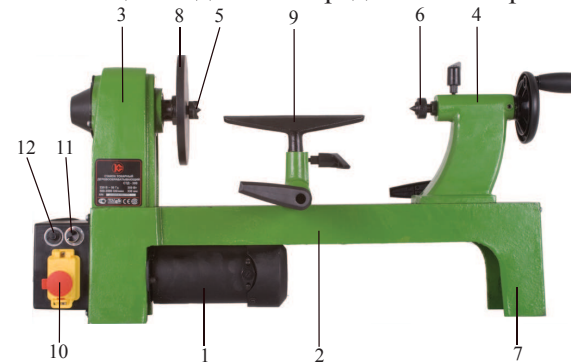

Рис. 1
3.1 Общий вид станка представлен на рис. 1